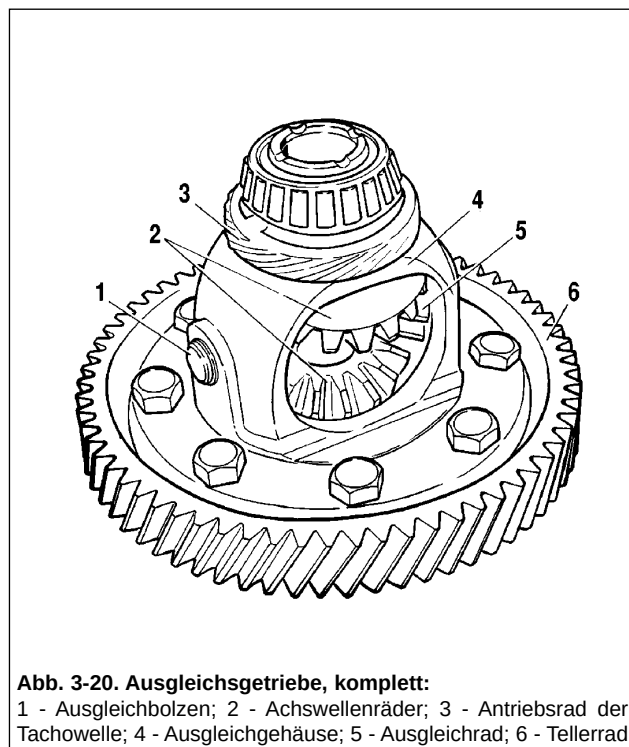

Abb. 3-20. Ausgleichsgetriebe, komplett:
- um das Losrad auszuwechseln, ist dieses abzuschrauben. Das Zahnrad 6 (Abb. 3-20) vom Ausgleichgehäuse 4 abpressen;
- die Antriebswellenräder 2 (Abb. 3-20) und die Ausgleichskegelräder 5 dem Ausgleichgehäuse entnehmen;